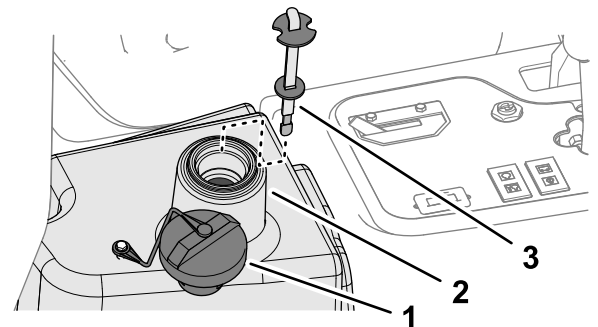

図 95
4. 油圧オイルタンク **図 95** に約 22.7 リットルの油圧オイルを入れる **油圧作動液の仕様 (ページ 57)** を参照。